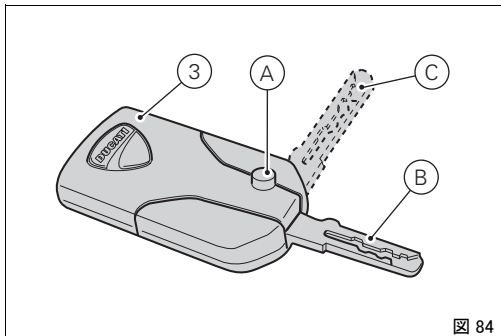

図 84
キー (3) の金属部分はキー内部に隠れています。ボタン (A、図 84) を押すと金属部分 (B、図 84) が完全に開きます。ボタン (A、図 84) を押し続けると、中間部分にある金属部分 (C、図 63) を移動させることができます。その位置を維持するにはボタンを離し、固定します。
車両が key-on でエンジン off の時、アクティブキー (3、図 84) を抜いた 30 秒後、車両はユーザーが何もしなくても自動的に停止します。